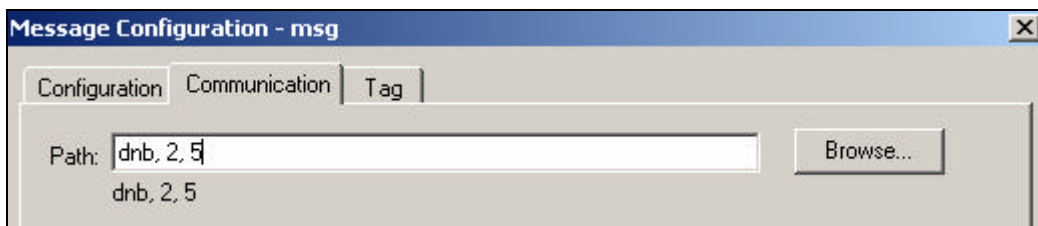

图 3-63 Communication 选项卡设置
52. 图 3-63 所示。其中 , 2 表示 DeviceNet 网络端口 , 5 表示 PowerFlex40 的网络节点号。